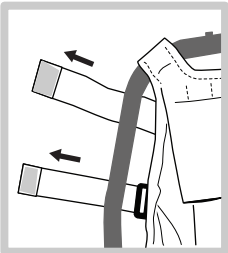

図 4
- a. Velcro ストラップは、ボルトで曲がったレッグに取り付けます (図4)。